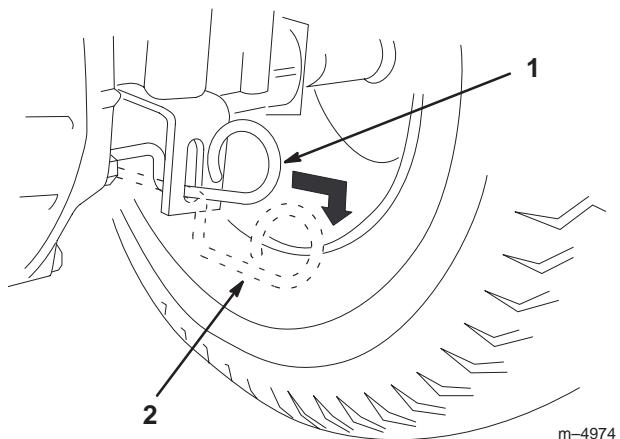

Bild 13
2. Ziehen Sie den Antriebshebel zur Schieben-Stellung heraus. Dadurch wird der Antrieb ausgekuppelt, und die Räder befinden sich im Freilauf (Bild 13).
Schieben Sie den Antriebshebel in die Einsatzposition. Dadurch wird der Antrieb eingekuppelt (Bild 13).